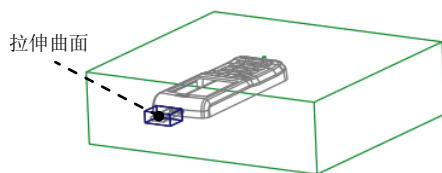
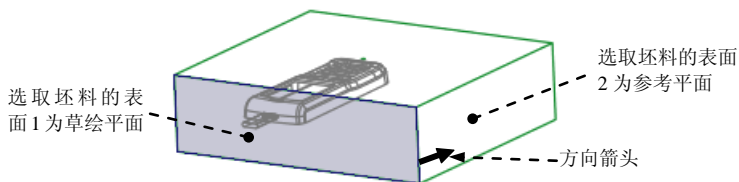

图 31.25 拉伸曲面
图 31.26 定义草绘平面
Step9. 创建拉伸曲面，如图 31.25 所示。单击 **分型面** 功能选项卡 **形状** 区域中的按钮，此时系统弹出“拉伸”操控板；右击，从弹出的菜单中选择 **定义内部草绘...** 命令；在系统的提示下，选取图 31.26 所示的坯料表面 1 为草绘平面，接受图 31.26 中默认的箭头方向为草绘视图方向，然后选取图 31.26 所示的坯料表面 2 为参考平面，方向为 **右**，然后单击 **草绘** 按钮；选取 MOLD_FRONT 基准平面和模型的下表面为草绘参考；绘制图 31.27 所示的截面草图；完成截面的绘制后，单击“草绘”操控板中的“确定”按钮；在操控板中选取深度类型，再在深度文本框中输入深度值 15.0，并按 Enter 键，然后单击按钮，在操控板中单击 **选项** 按钮，在“选项”界面中选中 ☒ 封闭端复选框；在“拉伸”操控板中单击按钮，完成特征的创建。